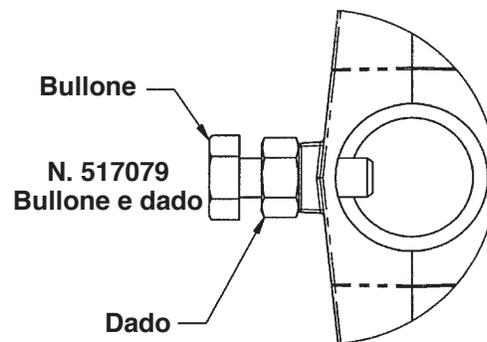

Figura 1
1. Allentare il bullone sulla parte anteriore della boccola per la leva. Vedi Figura 1.